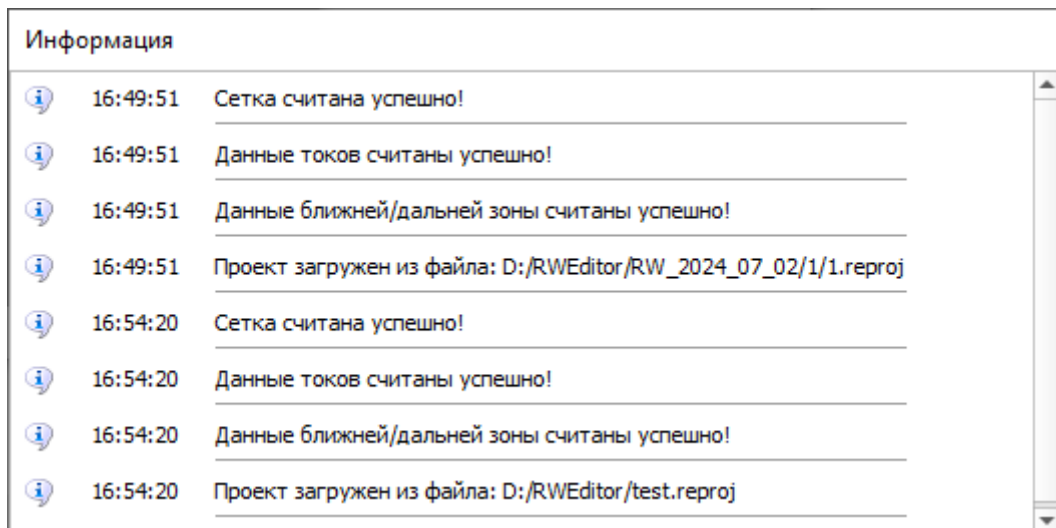

Рис. 242
18.13.5.1. Окно «Информация» служит для вывода сообщений по ходу выполнения подпрограммы RWViewer (рис. 242).